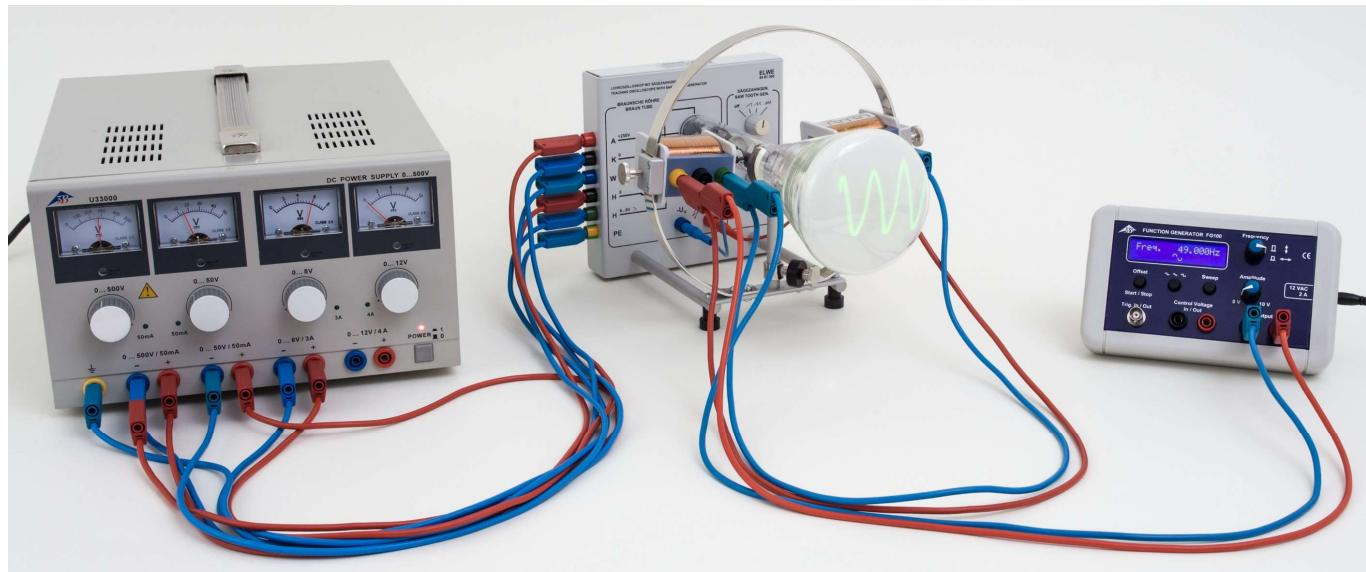

Fig. 1: Measurement set-up.
- Eine Veränderung der Frequenz am Funktionsgenerator bedarf einer Anpassung der Sägezahmfrequenz an der Röhre, um eine Darstellung gemäß Fig. 1 zu erhalten.